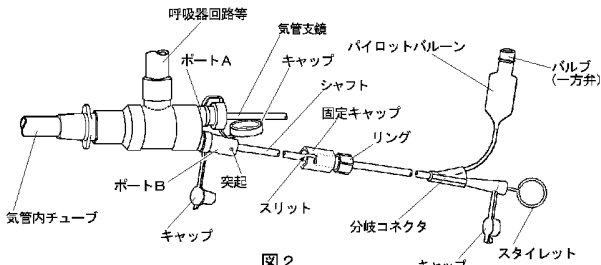

図2.
- ②確認後、固定キャップのリングを左に回して固定を解除すること。
- ** ③気道確保を目的として挿管した気管内チューブに、シーベルコネクタがセットされた状態でブロッカーチューブの先端を挿入すること。
- ** ④シーベルコネクタを気管内チューブに接続した後、呼吸器回路等をシーベルコネクタの回路接続部に接続すること。(図2参照)
- ⑤シーベルコネクタのポートAのキャップを外し、気管支鏡を挿入すること。(図2参照)